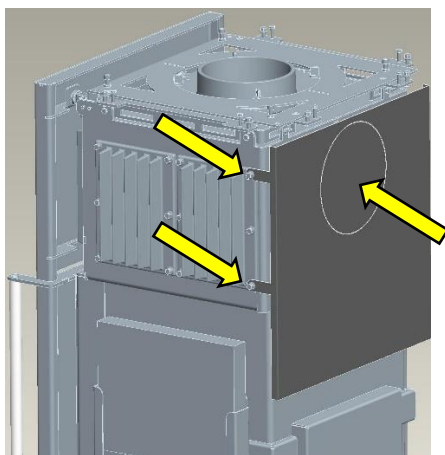

Fig. 20 : retirer la tôle réfléchissante
4. Desserrer les vis de la tôle réfléchissante à gauche et à droite et retirer la tôle réfléchissante. Couper les barres du panneau sur la tôle réfléchissante avec une lame de scie à métaux (Fig. 20).